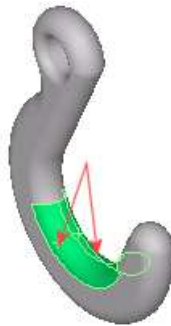

Рисунок 1.3 – Ділянка прикладання навантаження на гак
- У графічній області виберіть дві грані, як показано на рис. 1.3: